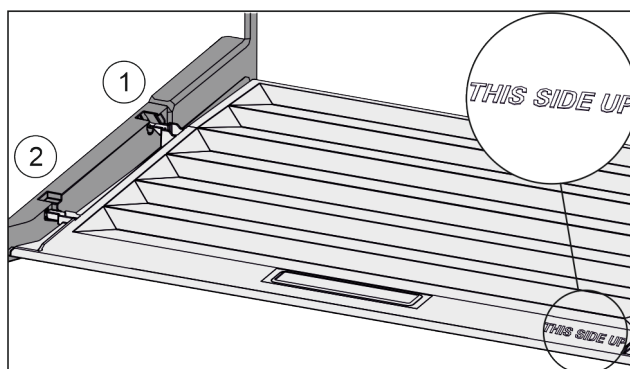

Fig. 22
- Вставить поперечные ребра крышки через отверстие заднего держателя Fig. 22 (1) и защелкнуть спереди в держателе Fig. 22 (2).